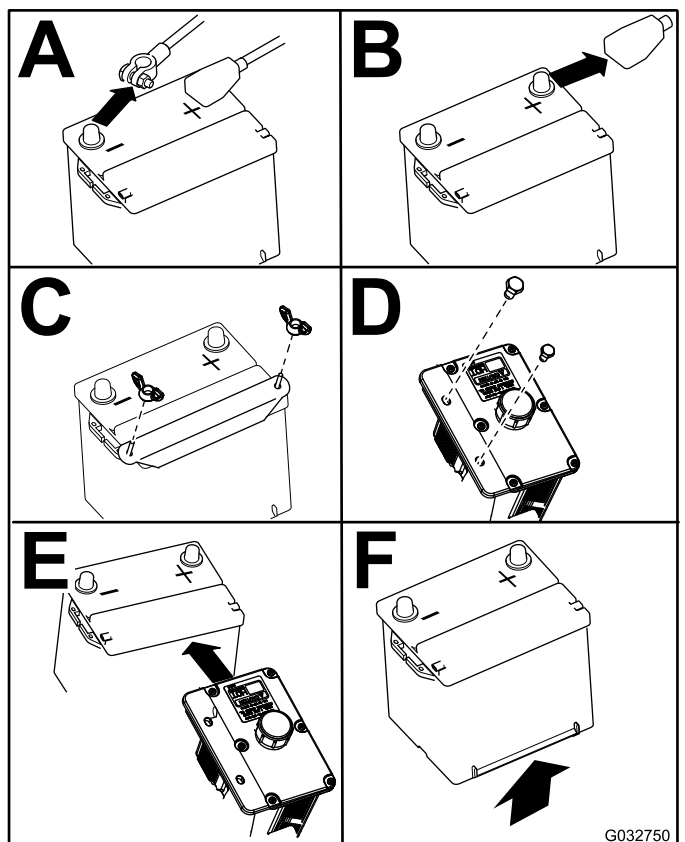

Figure 69
3. Retirez la batterie, comme montré à la Figure 69.